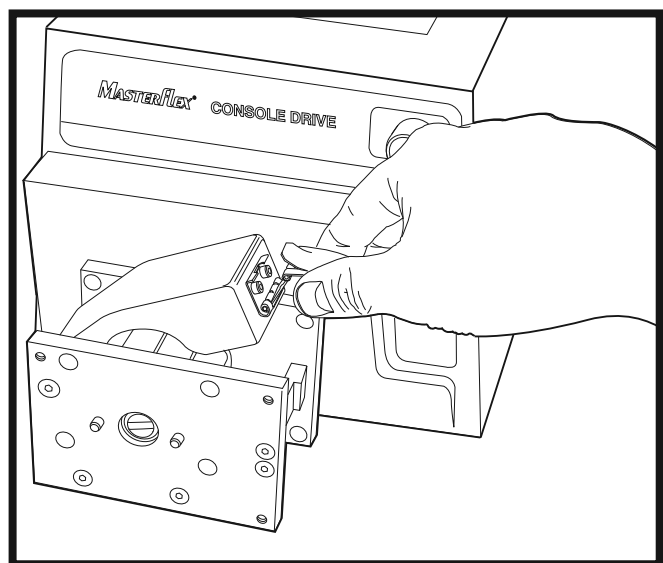

Figure 5. Libérez le verrou et ouvrez le lit d'occlusion.
1. Libérez le verrou et ouvrez le lit d'occlusion (Figure 5).